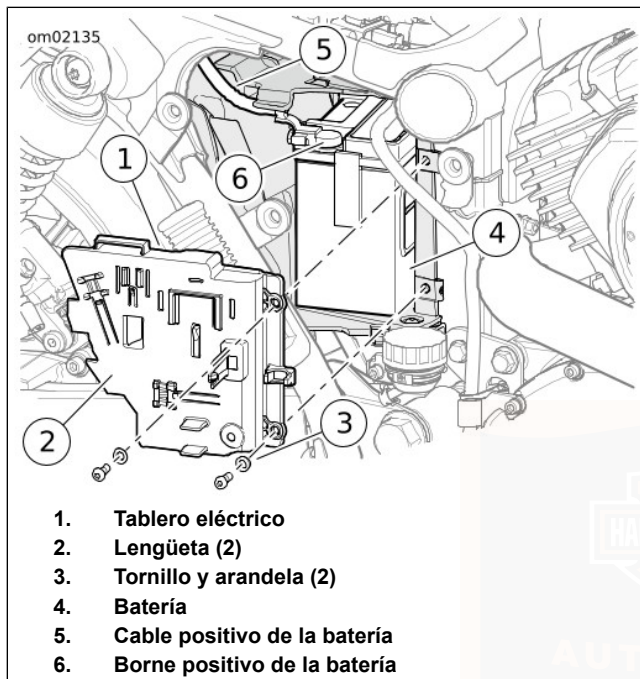

Figura 47. Batería
8. Vea la Figura 47. Quite el tablero eléctrico.
- a. Quite los tornillos (3).
- b. Tire el tablero eléctrico suavemente (1) fuera de la batería.
10. Vea la Figura 47. Desconecte el cable positivo de la batería (5).
3. Vea la Figura 47. Instale la batería (4) en la caja de la batería.
4. Conecte el cable positivo de la batería (5) al borne positivo de la batería (6).
6. Vea la Figura 47. Instale el tablero eléctrico.
7. Verifique que las lengüetas del tablero eléctrico (2) estén colocadas en las ranuras.
8. Instale los tornillos (3).